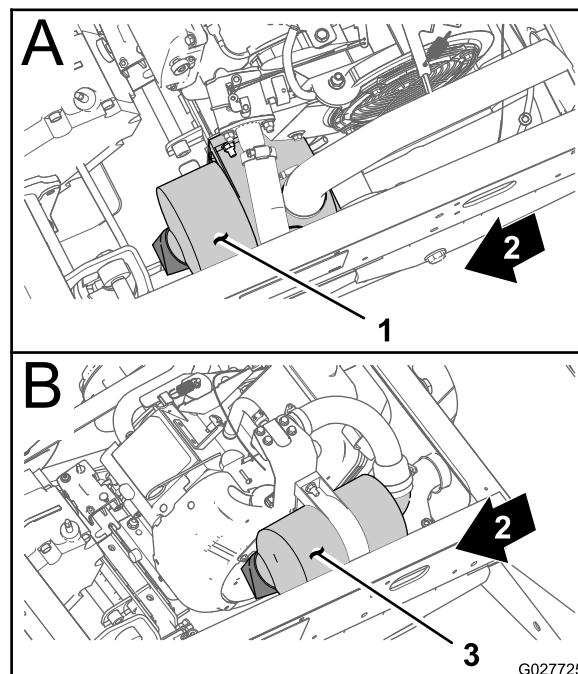
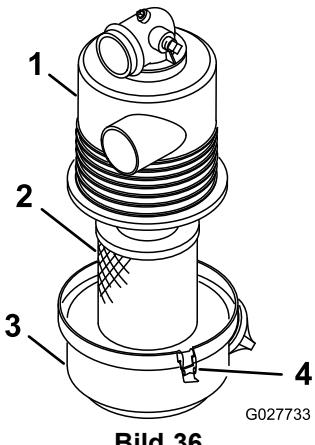

Bild 35
Bild 36
- Prüfen Sie den Körper des Luftfilters auf Schäden, die eventuell zu einem Luftleck führen könnten. Stellen Sie sicher, dass die Abdeckung das gesamte Luftfiltergehäuse einwandfreiabdichtet (Bild 35 und Bild 36).
3. Lösen Sie die Riegel, mit denen die Abdeckung des Luftfilters am Luftfiltergehäuse befestigt ist (Bild 36).
4. Nehmen Sie die Luftfilterabdeckung vom Luftfiltergehäuse ab und reinigen Sie die Innenseite der Abdeckung (Bild 36).
3. Setzen Sie den Luftfiltereinsatz in das Luftfiltergehäuse ein (Bild 36).
4. Flchten Sie die Luftfilterabdeckung mit dem Luftfiltergehäuse aus (Bild 36).
5. Befestigen Sie die Abdeckung mit den Laschen am Gehäuse (Bild 36).